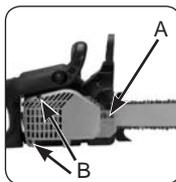
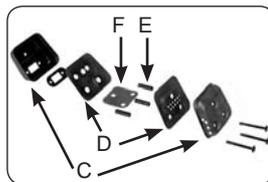

Рис. 20A
Рис. 20B
1. Снимите оба болта (A), расслабьте оба винта (B), закрепляющие крышку тормоза цепи (Рис. 20A).
3. Отделите друг от друга обе половинки шумоглушителя (C). Снимите оба металлических глушителя (D) и дистанционные трубы (E).
4. Выбросьте использованный искровой разрядник (F) и замените его новым (Рис. 20B).